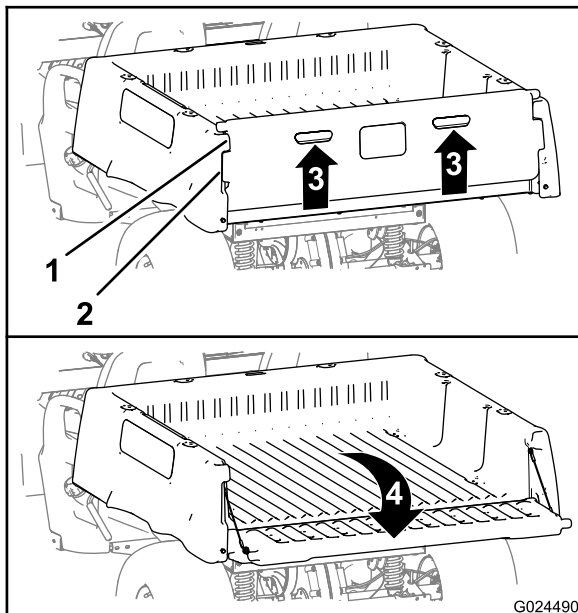

Figure 14
2. Passez les doigts dans les poignées du hayon pour le soulever (Figure 14).
- Alignez les bords de verrouillage du hayon sur les ouvertures entre les bords de verrouillage du plateau de chargement (Figure 14).
- Faites pivoter le hayon vers l'arrière et le bas (Figure 14).
- Faites pivoter le hayon vers le haut et l'avant jusqu'à ce que les bords de verrouillage soient au niveau du creux dans le plateau de chargement (Figure 14).
- Baissez le hayon jusqu'à ce qu'il soit engagé à l'arrière du plateau de chargement (Figure 14).